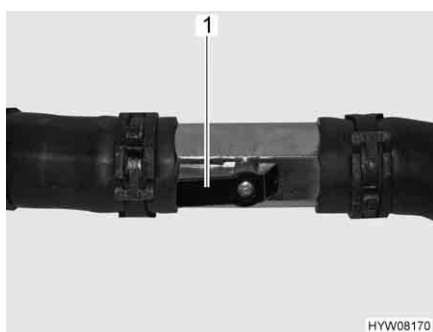

Fig. 115 Rubinetto aperto
- Posizionare la leva (Fig. 115,1) parallelamente alla tubazione (Fig. 115).